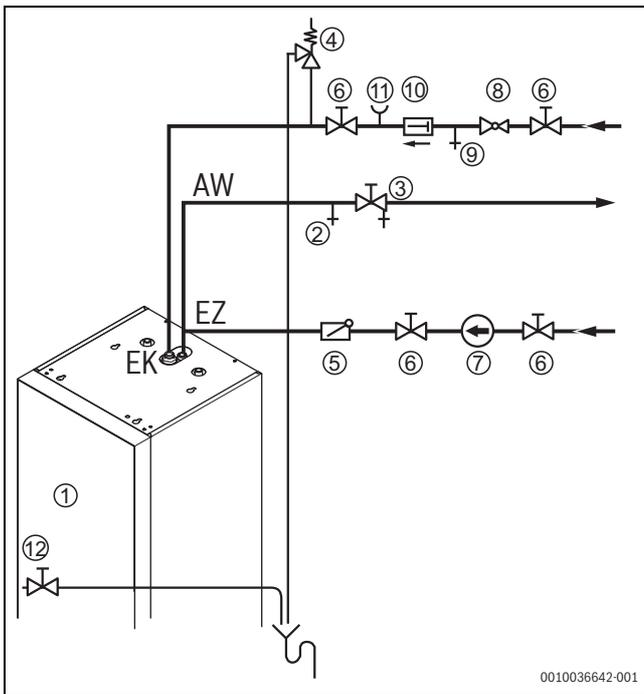

Bild 24 Installation nach DIN 1988 (Prinzipabbildung)
- Für Trinkwasser zugelassenes Sicherheitsventil (→ Bild 24, [4]) (≥ DN 20) in der Kaltwasserleitung bauseits vorsehen.
- In der Anschlussleitung zwischen Sicherheitsventil und Eintritt Kaltwasser am Speicher darf keine Absperrinrichtung installiert sein (→ Bild 24).